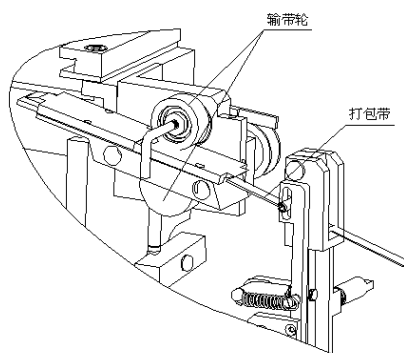

图 4-7
- ②.带头从带仓上部开口拉出之后，插入如图 4-7 所示的拉紧摆杆中，并穿过两个输带轮，此时旋转控制面板中 5 旋钮到“SEND”位置，捆扎带会自动充满带道，此时送带完成，捆扎准备工作就绪。